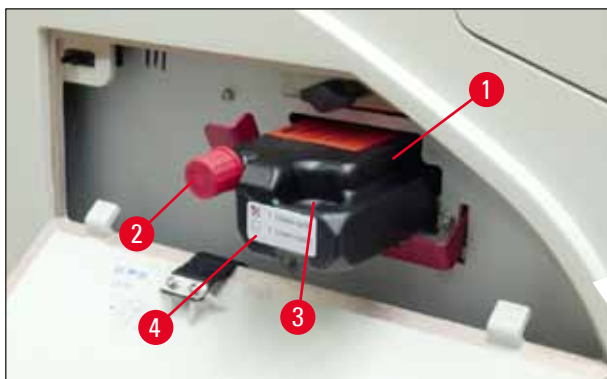

Fig. 57
3. Retirer le film de protection, puis insérer la cartouche jusqu'à la moitié dans le compartiment des cartouches (→ "Fig. 57").